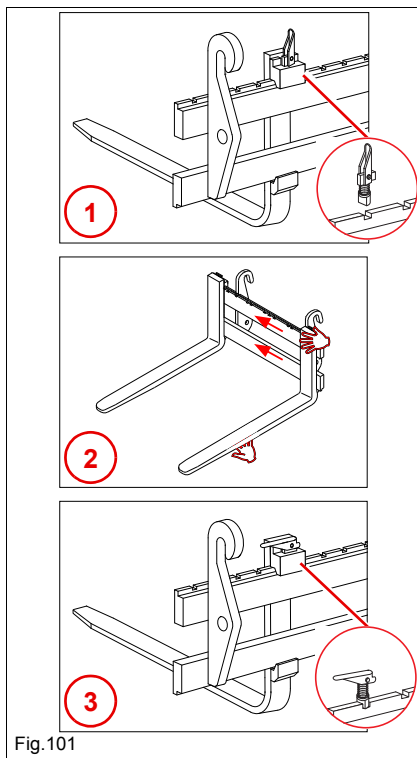

Fig.101
2. Få låsing av gaflene i stilling 1 (*Fig. 101*).
4. Få låsing av gaflene i stilling 3 (*Fig. 101*).